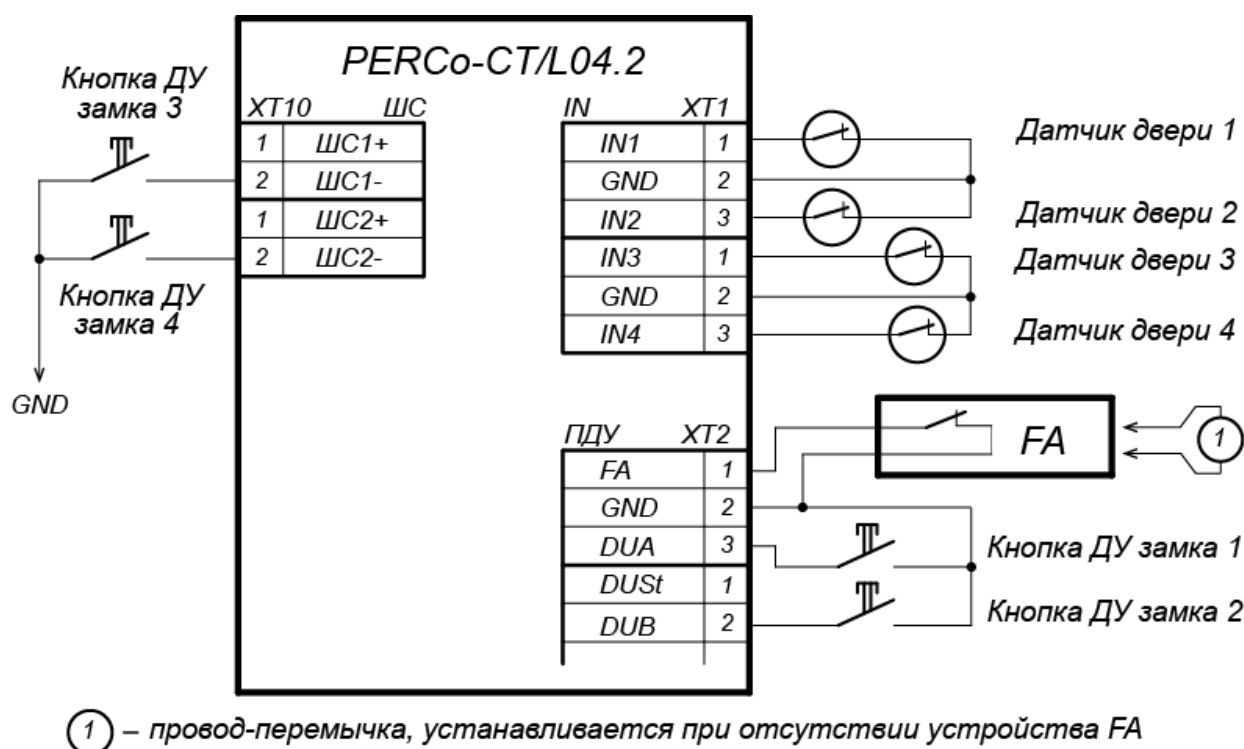

Рисунок 5. Схема подключений кнопок ДУ и датчиков двери
- Кнопка ДУ «Выход» замка, при необходимости ее установки, подключается к клеммной колодке **XT2 (XT10)** нижней платы контроллера (см. рис. 5).
- Датчик двери (геркон) подключается к клеммной колодке **XT1** нижней платы контроллера (см. рис. 5). Датчик двери с замком, управляемым выходом **OUT1**, подключается к входу **IN1**, выходом **OUT2** – к входу **IN2** и т. д. Датчик двери должен быть смонтирован таким образом, чтобы при закрытой двери обеспечивалось устойчивое его срабатывание.
5. Устройство аварийной разблокировки (аварийного открытия прохода) **Fire Alarm** подключается к клеммной колодке **XT2** нижней платы контроллера (при этом необходимо удалить заводскую перемычку проводом), см. рис. 5 и разд. 8.2.6.